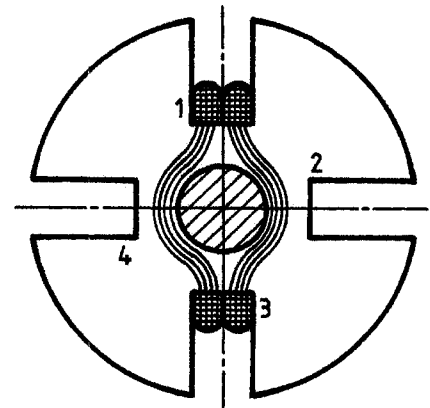

Bild 9 Durchmesserwicklung
- Die **Durchmesserwicklung** ist daran zu erkennen, daß die einzelnen Windungen auf den Stirnseiten der Läuferkörper über deren Mittelpunkte verlaufen würden. Da sich aber dort die Welle des Läufers befindet, muß der Draht um die Läuferwelle herumgeführt werden (Bild 9).